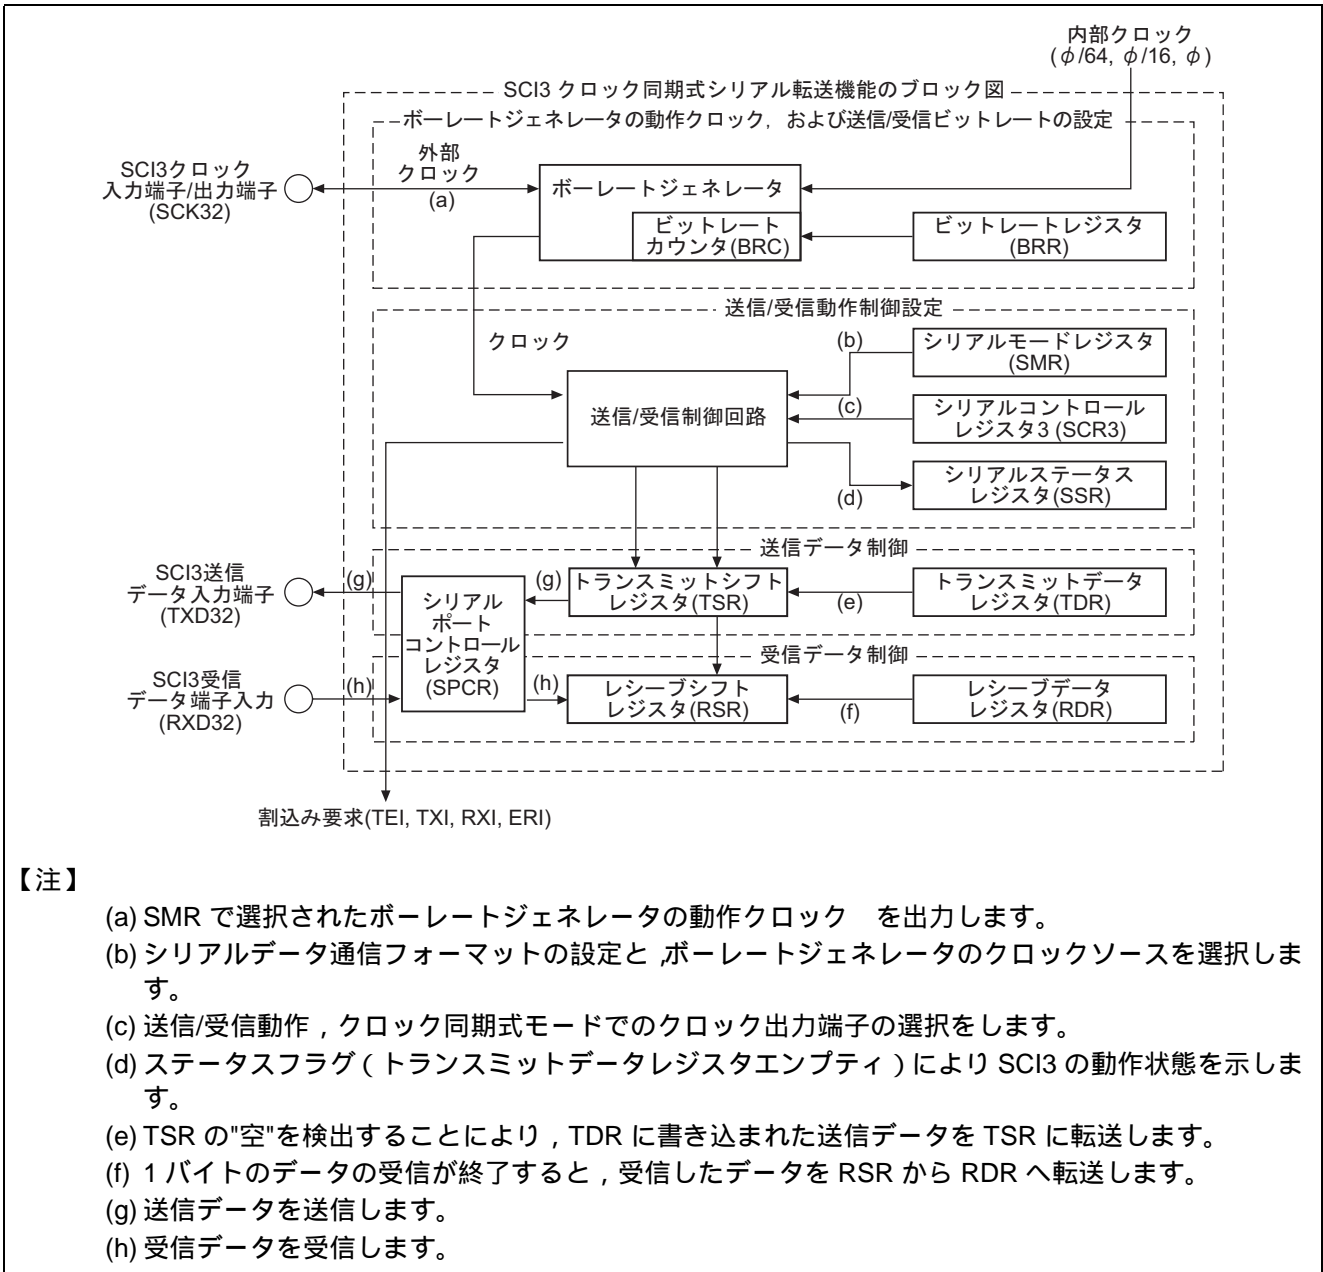

図2 クロック同期式シリアルデータ送信のブロック図
- (1) 本タスク例では、シリアルコミュニケーションインタフェース (SCI : Serial Communication Interface) を使用して、クロック同期式のシリアルデータを送信します。図 2 にクロック同期式シリアルデータ送信のブロック図を示します。以下にクロック同期式シリアルデータ送信のブロック図について説明します。